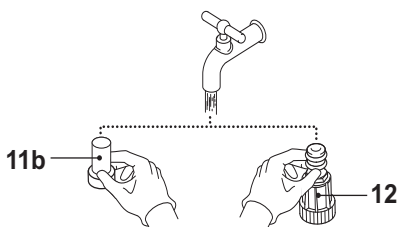

Fig. 22
- > Enjuague los distintos elementos con agua clara (Fig. 22).